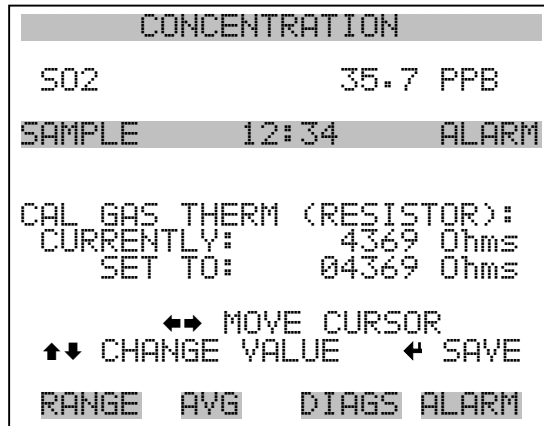

Abb. 9-4. Anzeige „Cal Gas Therm Resistor“
3. Wählen Sie dann im Menü „Permeation Oven“ den Menüpunkt **Cal Gas Thermistor** (= Gasthermistor kalibrieren) und wählen Sie den bekannten Widerstand (Abb. 9-4).